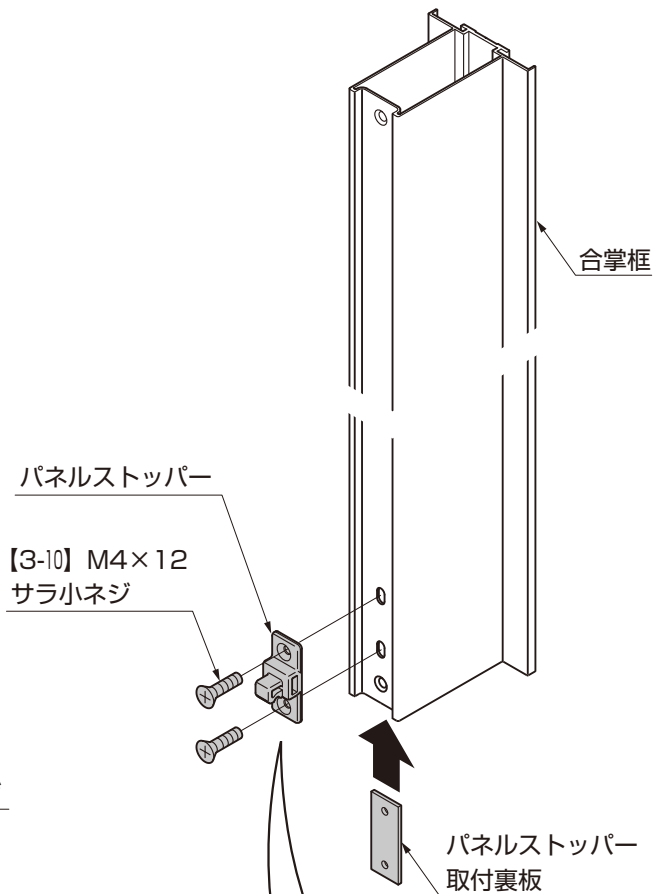

図10-2
- ②パネルストッパー取付裏板を合掌框の下部より挿入してください。(図10-2参照)
- ③パネルストッパーを【3-10】で合掌框とパネルストッパー取付裏板に取付けてください。(図10-2参照)